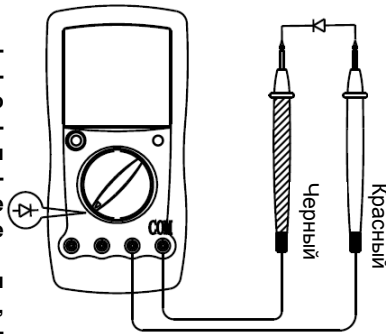

Рисунок 6
D. Проверка диодов (см. Рисунок 6)**⚠ Предупреждение**